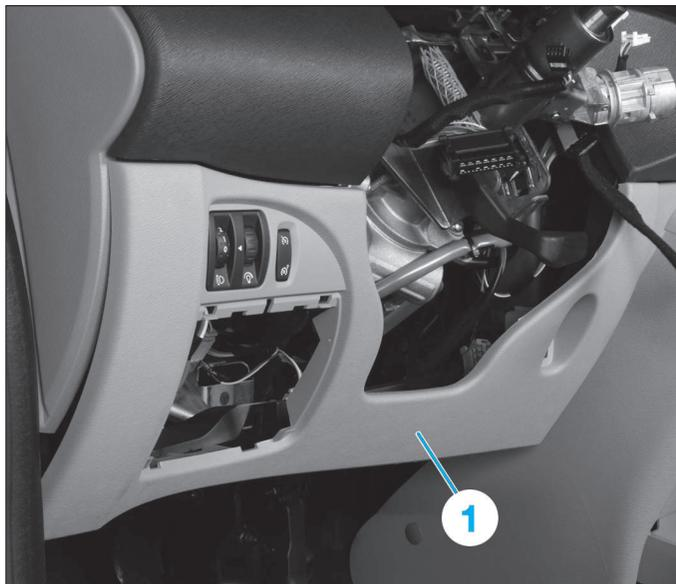

Fig. 30
- déposer la garniture inférieure gauche de planche de bord (1) en commençant par le bas puis débrancher les connecteurs attenants (Fig.30),